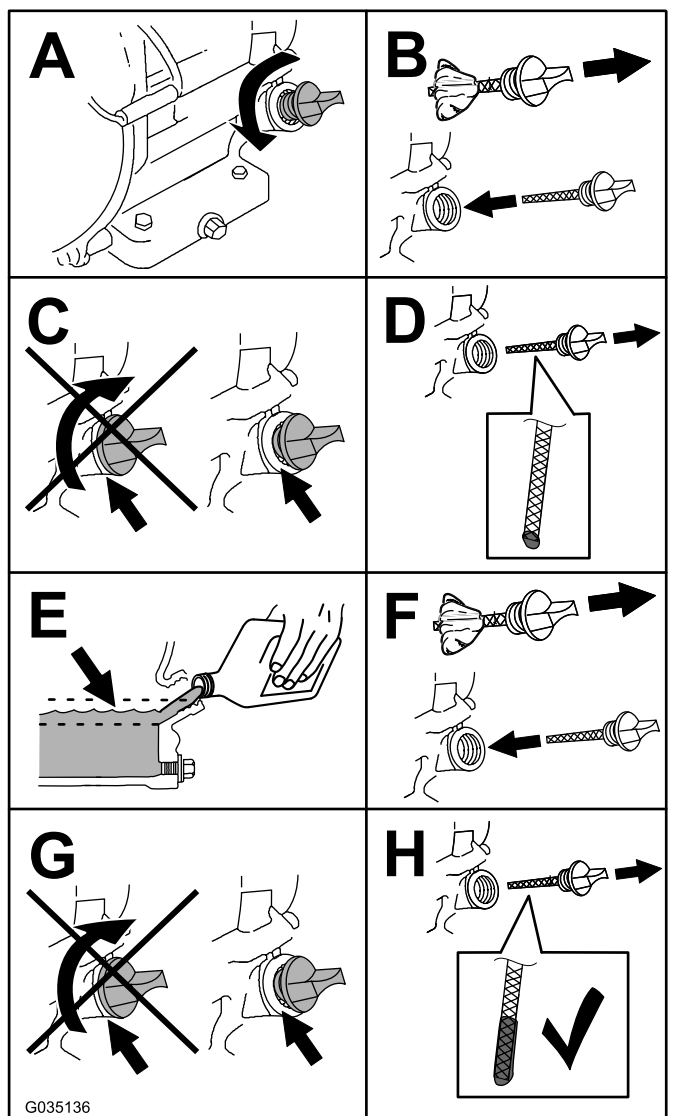

Figure 39
5. Contrôlez le niveau d'huile comme montré à la Figure 39.